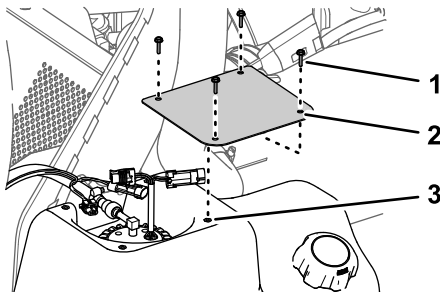

Figura 82
2. En el depósito de combustible, retire los 4 tornillos (Nº 10 x 3/4") que sujetan la tapa a la parte superior del depósito de combustible, y retire la tapa (Figura 82).